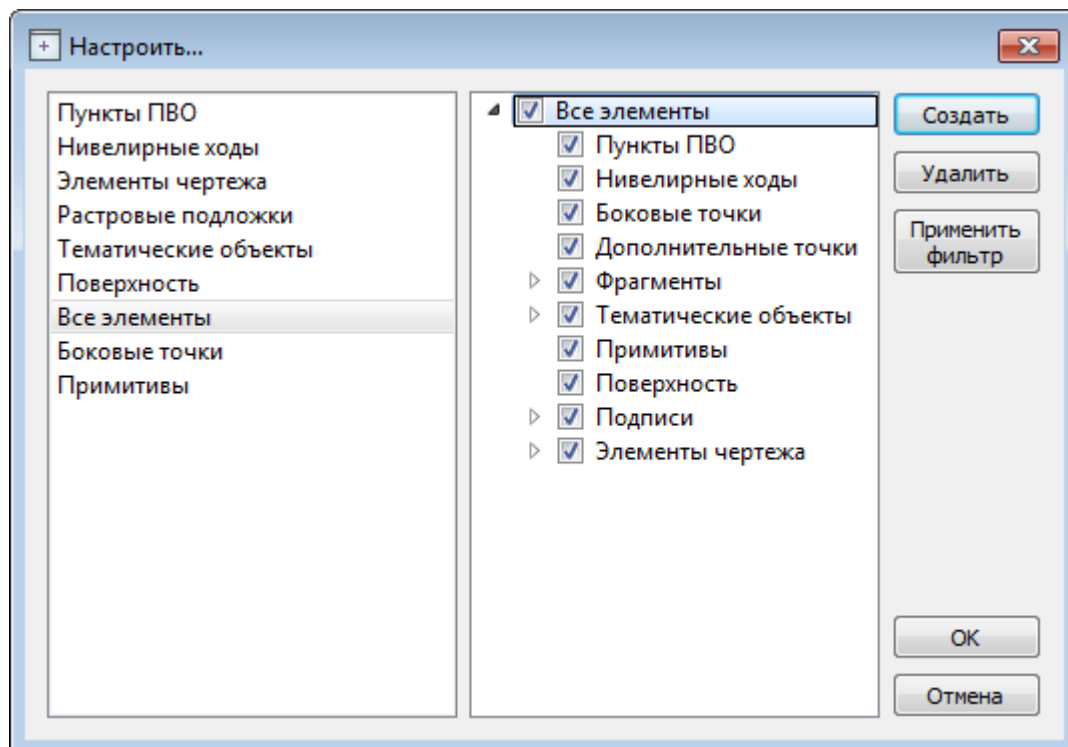

Рисунок 6.8
• Редактирование существующих и создание новых фильтров выполняется при помощи команды **Настроить**, которая вызывает одноименный диалог (см. рис. 6.8)